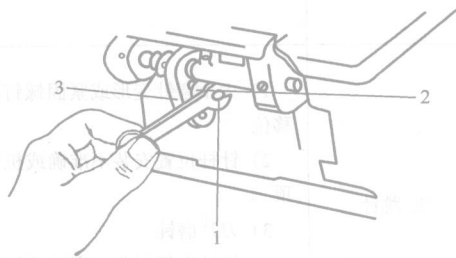

图 1-11 调节线迹长短
2) 调节线迹的长短。线迹长短可根据需要在机器的规定范围内进行调节，如图 1-11 所示。调节线迹长短时，先旋转飞轮使针杆上升到最高位置。再用扳手按逆时针方向旋松针距螺钉 1，再将针距螺钉和抬牙架连杆 2 一起，在升针架 3 的槽里移动，就可以调节线迹的长短了。将针距螺钉向上移动可调长线迹，将针距螺钉向下移动时可缩短线迹。调好线迹后将针距螺钉旋紧。